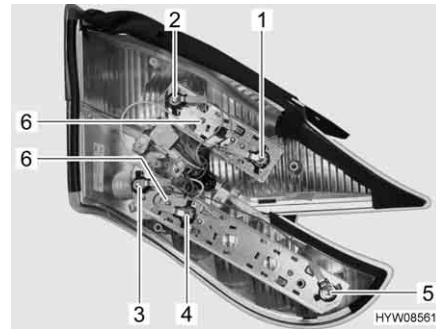

Fig. 131 Luci posteriori (lato posteriore)
- Svitare le due viti Torx (Fig. 131,6) del listello di supporto interessato sul lato posteriore dell'alloggiamento.